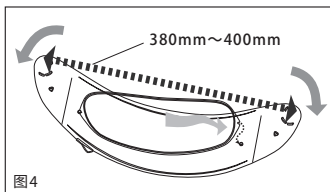
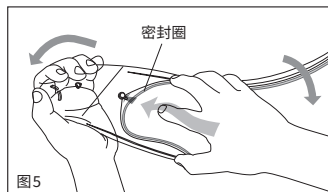

图4
图5
- 接着充分展开镜片(图4)，将SHOEI DRYLENS的另一侧也插入按扣(图5)。